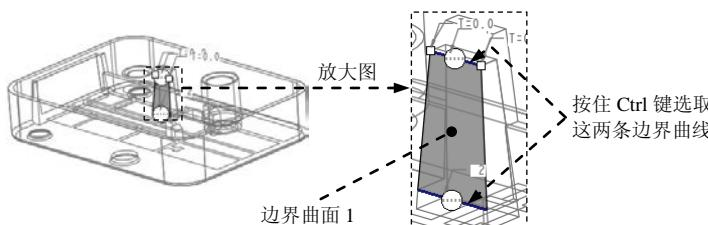

图 20.19 定义边界曲面 1
(1) 按住 Ctrl 键，选取合并面组 1 和填充曲面 2。
(2) 单击 **分型面** 操控板中 **编辑** ▾ 区域的 **合并** 按钮, 此时系统弹出“合并”操控板。
(3) 在操控板中单击 **选项** 按钮, 在“选项”界面中选中 **相交** 单选项。
(4) 在“合并”操控板中单击 按钮。
Step8. 创建图 20.19 所示的边界曲面 1。
(1) 单击 **模型** 功能选项卡中的 **切口和曲面** ▾ 按钮, 在系统弹出的菜单中依次单击 **曲面** ▾ **边界混合**, 系统弹出“边界混合”操控板。
(2) 定义边界曲线。按住 **Ctrl** 键, 依次选取图 20.19 所示的两条边界曲线。